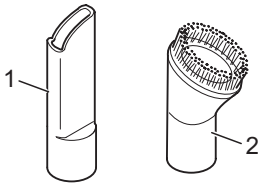

Abb. 6
- **Fugendüse (Abb. 6/1)**
- **Möbelbürste (Abb. 6/2)**